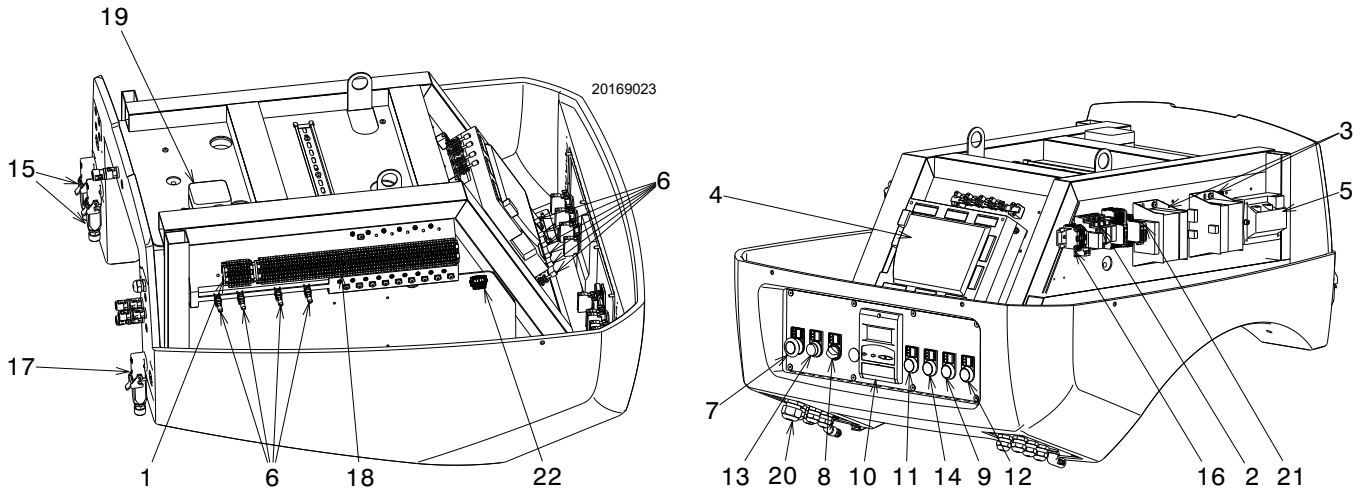

Fig. 5
► **Störabschaltung des Gerätes:** das Aufleuchten der Taste 13)(Fig. 5) (**rote Led**) weist auf eine Störabschaltung des Brenners hin. Zur Entriegelung die Taste 13)(Fig. 5) drücken.